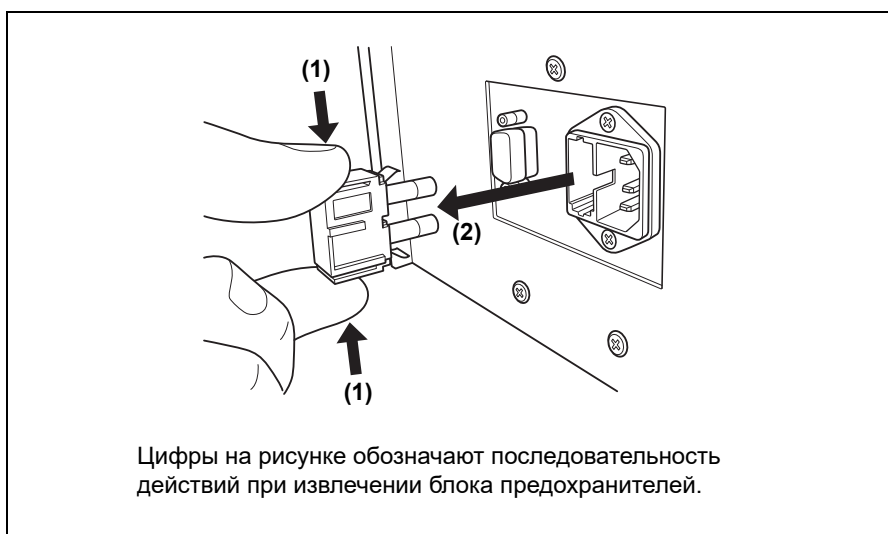

Рис. 4.4
4. Надавите на язычки на блоке предохранителей в указанном направлении и извлеките предохранители (см. Рис. 4.4).